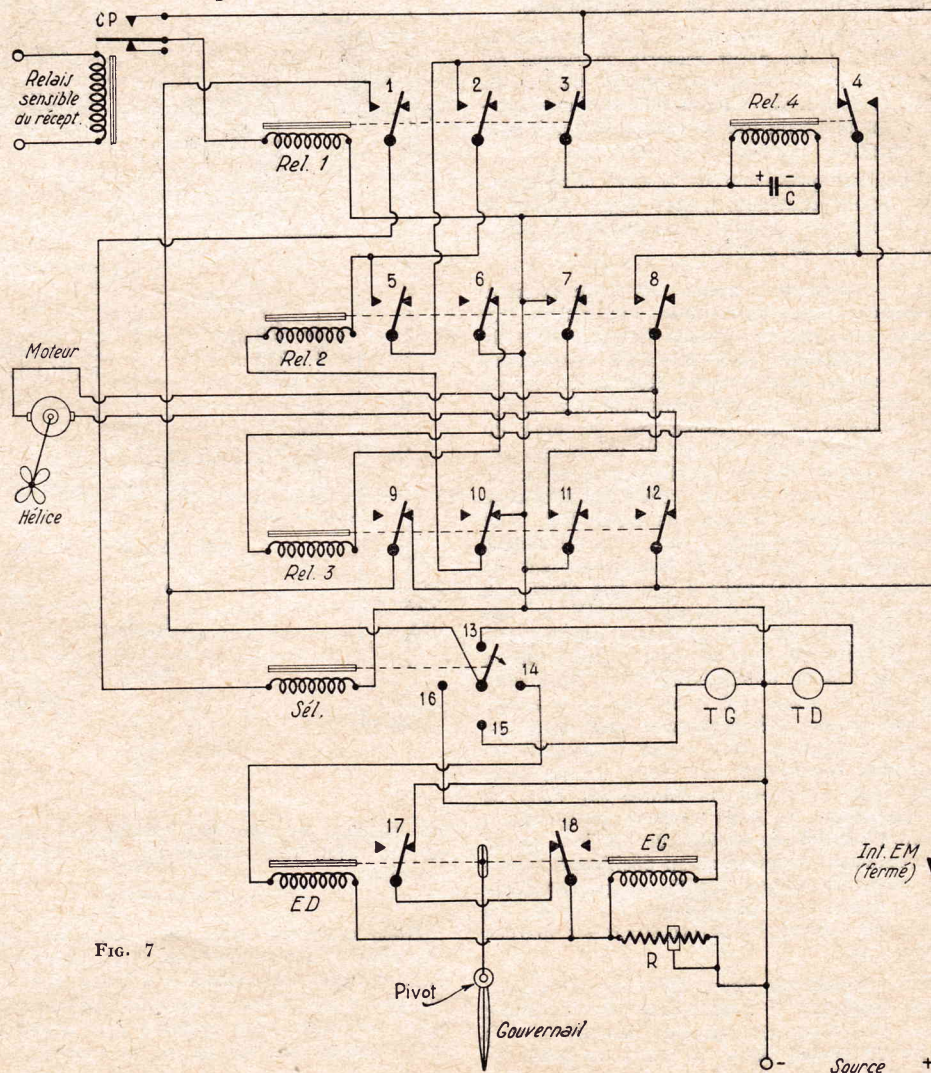

FIG. 7
Il est possible d'augmenter la sensibilité du récepteur précédent en ajoutant un tube amplificateur supplémentaire. Nous obtenons alors le montage de la figure 7. Nous ne reviendrons pas sur le schéma de l'étage détecteur équipé du tube XFG1 ; il fonctionne comme précédemment et les éléments constitutifs ont les mêmes caractéristiques (sauf L_1 qui est à prise médiane). En intercalant provisoirement un milliampèremètre à la prise 1, on ajuste le potentiomètre de 10 k Ω pour l'obtention d'une intensité de 1 mA maximum.
I. — Un premier schéma montrant les circuits électromécaniques de commande après le récepteur, est représenté sur la figure 7. Il s'agit d'une application à un modèle réduit de bateau permettant d'obtenir les commandes suivantes : marche avant, arrêt marche arrière, gouvernail à gauche, gouvernail à droite, marche en ligne droite. Bien que la plupart des réalisations électro-mécaniques reposent à peu près toutes sur le même principe, nous tenons à préciser qu'il ne s'agit là que d'une idée, d'une suggestion ; des réalisations similaires, plus simples ou plus complexes, pourront facilement en découler. Examinons comment fonctionnent les circuits de commande de la figure 7.